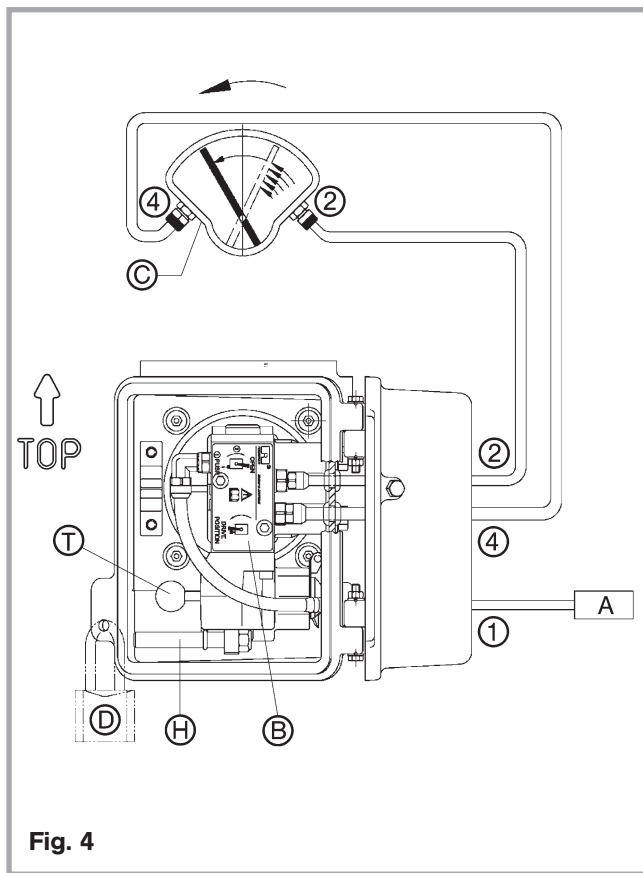

Fig. 4
**Collegamento pneumatico** (Fig. 4)
- togliere il raccordo a chiusura rapida (**S**, vedi Fig. 4, pag. 8) sull'unità di controllo